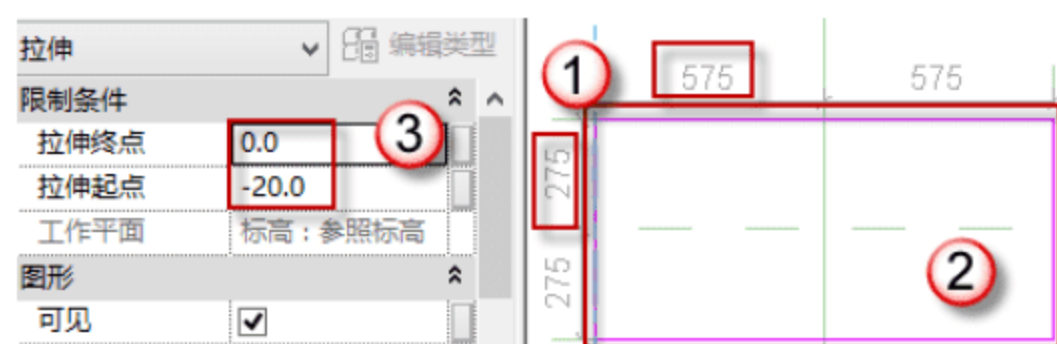

图 8.3.1 绘制桌面
(1) 选择“应用程序”→“新建”→“族”命令,在弹出的族样板文件夹对话框中选择“公制常规模型.rfa”的族文件,单击“打开”按钮。
(2) 桌面是长度为 1150mm,宽度为 550mm,厚度为 20mm 的板。按快捷键 R+P、C+O 和 M+M 绘制参考线。选择“创建”→“拉伸”→“矩形框”命令,绘制图框,在“属性”面板中编辑“拉伸起点”和“拉伸终点”的数值 (-20, 0),然后单击√按钮,如图 8.3.1 所示。